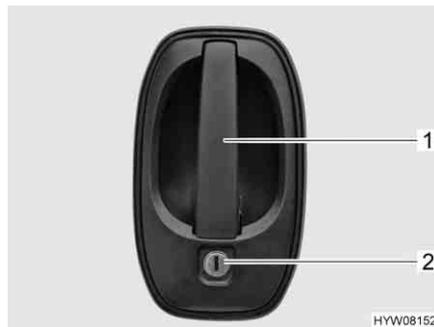

Fig. 29 Serratura della porta di ingresso, lato esterno
*Apertura:* ■ Inserire la chiave nel cilindro della serratura (Fig. 29,2) e ruotare fino a quando la serratura della porta si sblocca.
■ Tirare la maniglia della porta (Fig. 29,1). La porta è aperta.
*Bloccaggio:* ■ Inserire la chiave nel cilindro della serratura (Fig. 29,2) e ruotare fino a quando la serratura della porta si blocca.